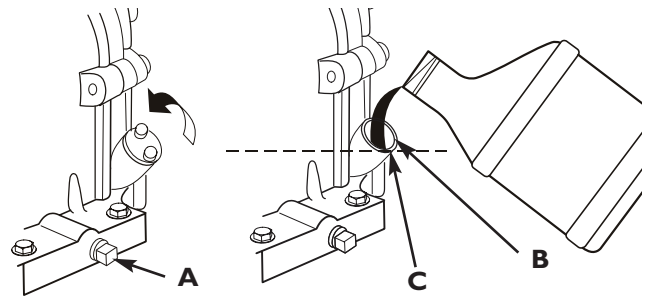

Figure 11 — Cambie el Aceite
6. Vierta lentamente unos 0,83 litros (28 onzas) de aceite por el orificio de llenado (**B**) hasta el punto de desbordamiento (**C**) (Figure 11). NO añada aceite en exceso.